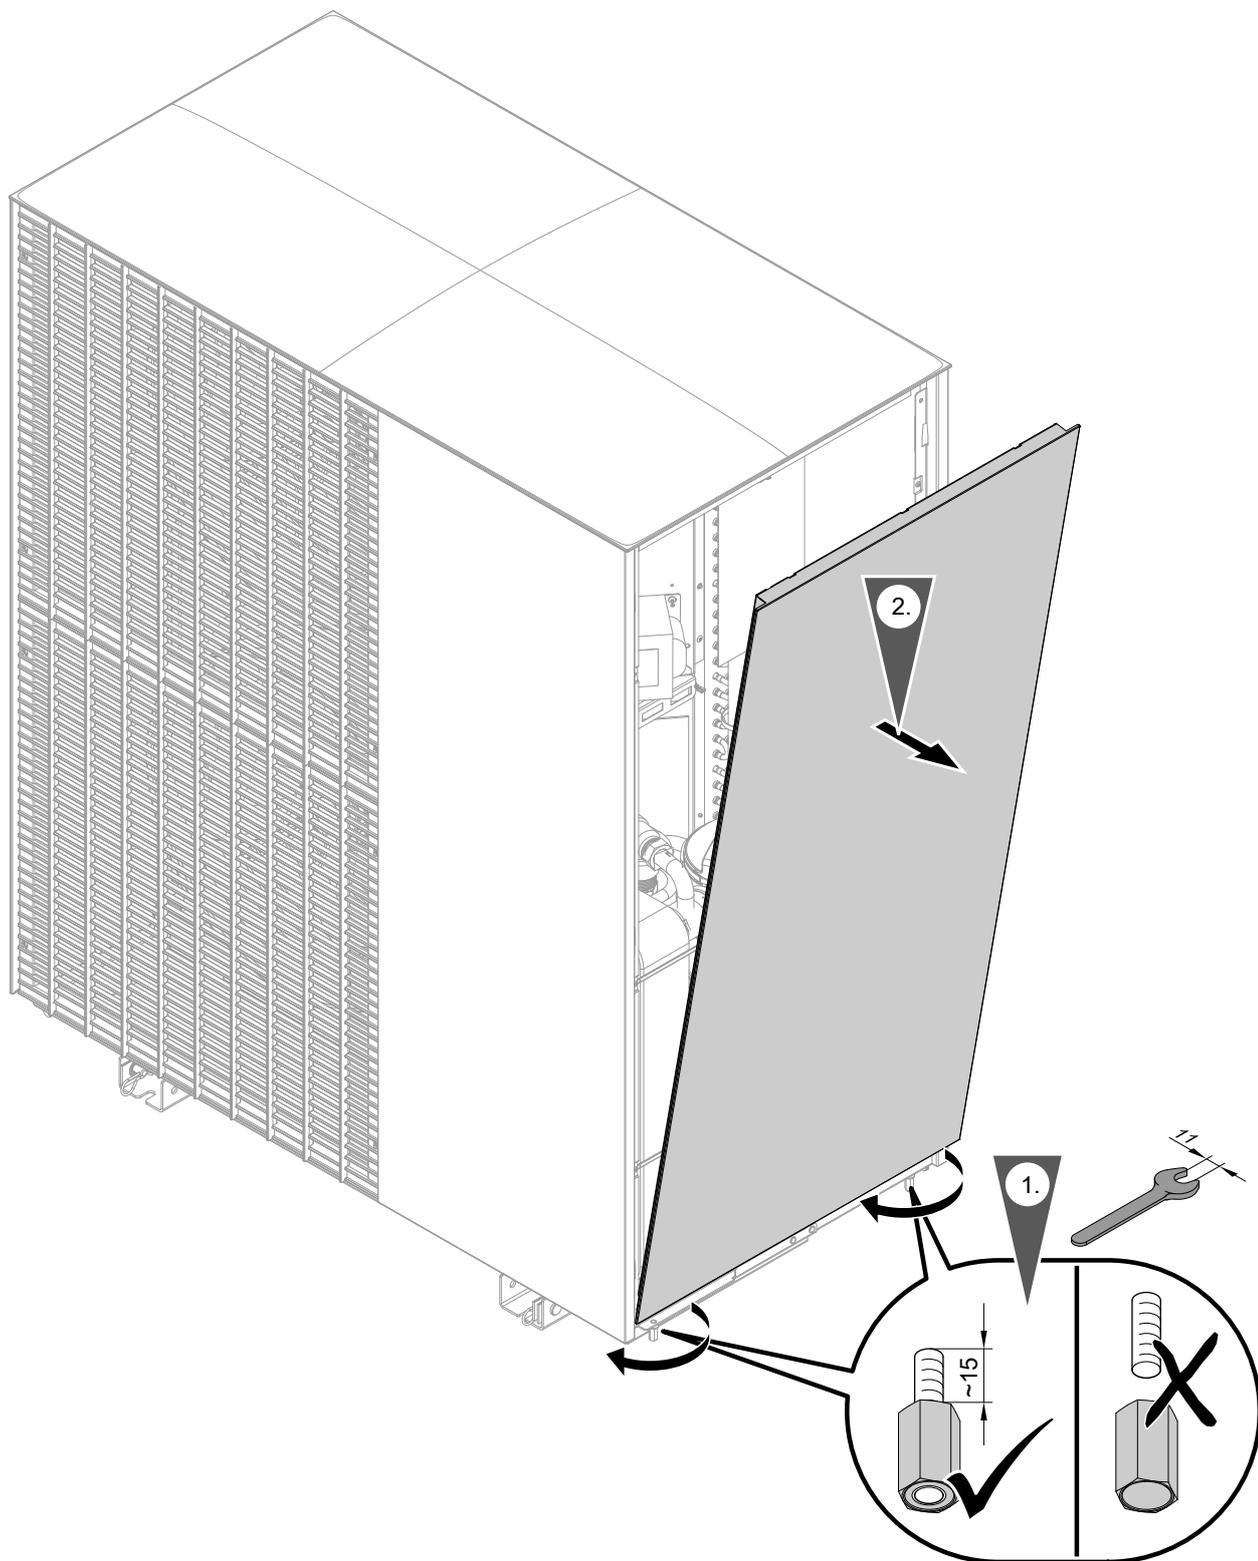

Fig. 92
1. Desmontar el revestimiento lateral derecho: Consultar Fig. 92.
3. Desmontar el revestimiento lateral derecho: Consultar Fig. 92.